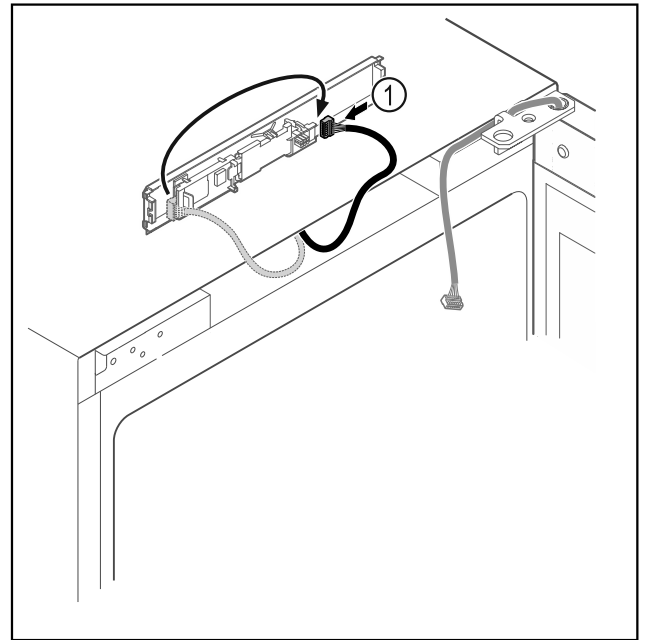

Fig. 19
- Schimbați poziția de introducere a fișei Fig. 19 (1) la placa electronică.